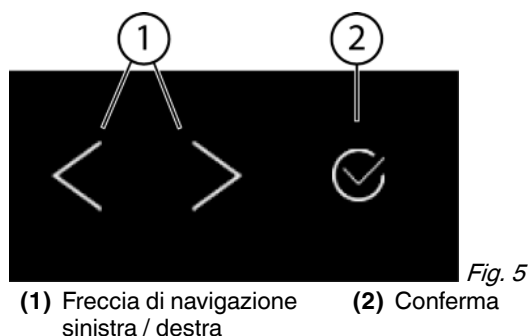
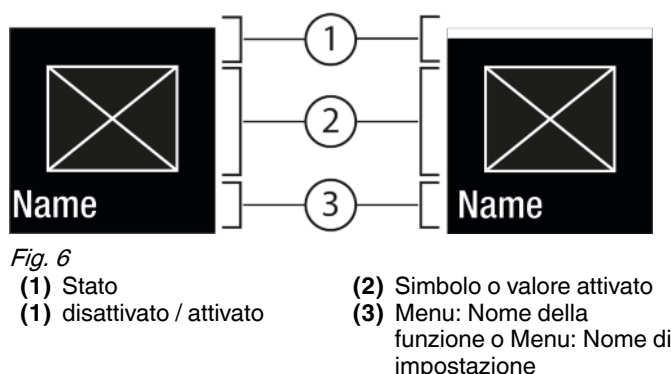
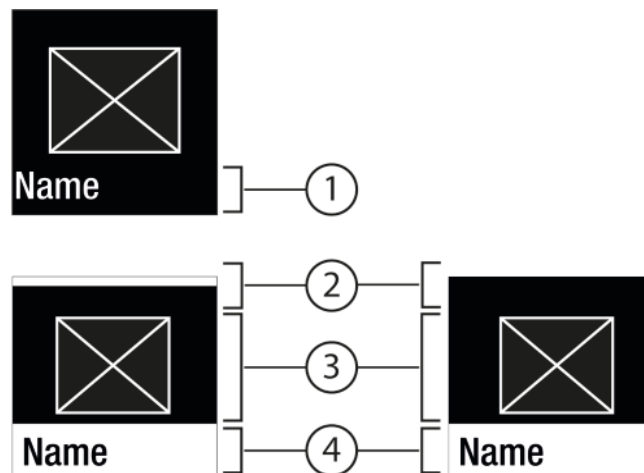

Fig. 5
Fig. 6
Fig. 7
Freccia di navigazione sinistra / destra Fig. 5 (1):
Conferma Fig. 5 (2):
- Navigare con la freccia di navigazione sinistra / destra Fig. 5 (1).
- Con Conferma Fig. 5 (2) attivare / disattivare la funzione Fig. 6 (1) / impostazione Fig. 6 (1).
- Con Conferma Fig. 5 (2) richiamare il sottomenu Fig. 7 (4).
- Impostare un valore nuovo: Con Conferma Fig. 5 (2) selezionare un valore disattivato Fig. 6 (1).
- Ritorno al menu: Con Conferma Fig. 5 (2) selezionare un valore già attivato Fig. 6 (2).
- Premere le frecce di navigazione *Fig. 5 (1)* fino a visualizzare la .
- Premere Conferma *Fig. 5 (2)*.
- Premere le frecce di navigazione *Fig. 5 (1)* fino a visualizzare la funzione.
- Selezionare il valore di impostazione con le frecce di navigazione *Fig. 5 (1)*.
- ▷ Stato: attivato *Fig. 6 (1)* è visualizzato brevemente nel sottomenu *Fig. 7 (4)*.
- Premere le frecce di navigazione *Fig. 5 (1)* fino a visualizzare Impostazioni
- Premere le frecce di navigazione *Fig. 5 (1)* fino a visualizzare l'impostazione desiderata.
- Premere Conferma *Fig. 5 (2)* per 3 secondi.